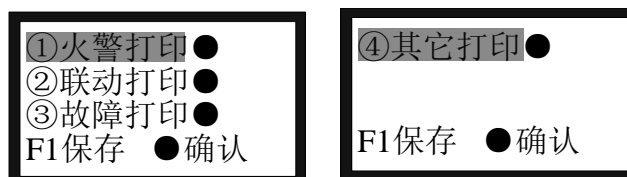

图 7-20
按下数字2键，可进入打印设置界面(图7-20)。进入本界面后，在打印设置中有①火警打印②联动打印③故障打印④其它打印。打了“●”表示要打印，按“▲”、“▼”键移动，按“确认”键选上。选完后按“F1”保存。